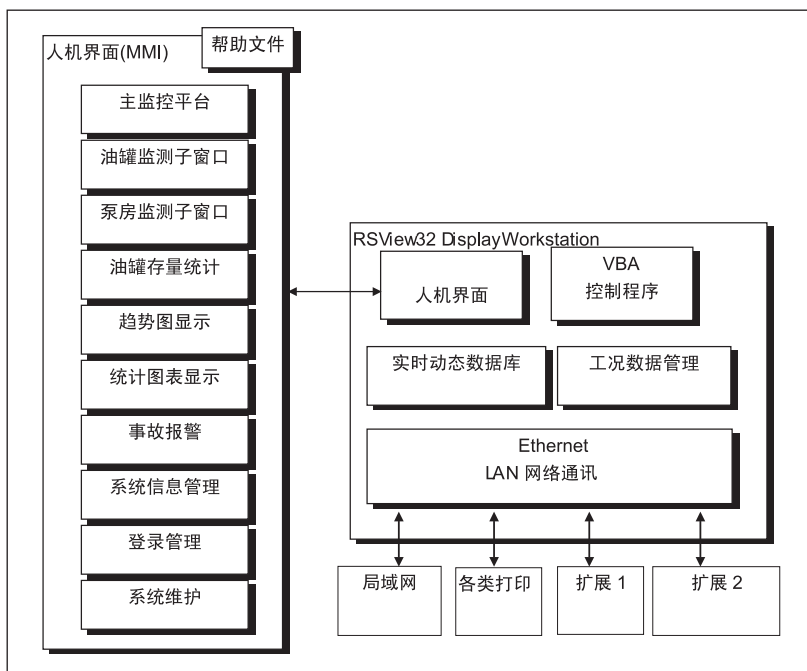

图3 监控操作工作站功能模块结构
- 根据上述任务要求，可以初步制定如下功能模块结构(见图3)